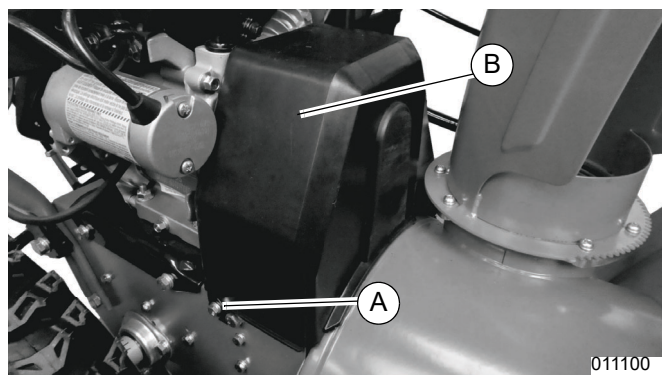

Figure 4-12. Retirer le protège-courroie
1. Voir **Figure 4-12**. Retirer les deux vis et les rondelles rectangulaires (A) du protège-courroie (B) à l'aide d'une clé de 10 mm. Retirer le protège-courroie.